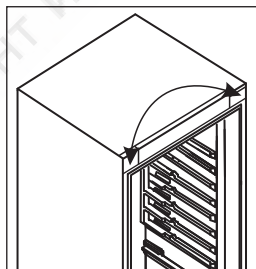

Рисунок 10.
**9** - Снимите левую и правую заглушки главной панели и поменяйте их местами (Рис. 10).